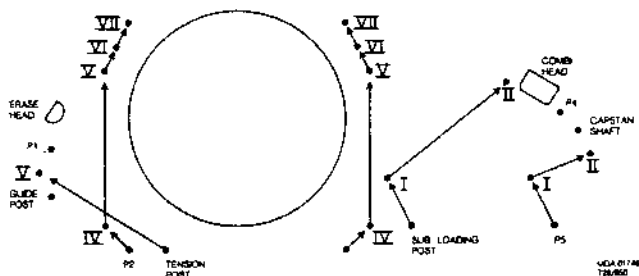

Fig. 1-7
- Wiederhole, oben genannte Schritte, bis das Laufwerk die STOP-Stellung erreicht hat (unten einfädeln), wie in Fig. 1-7 angegeben. (Die STOP-Stellung entspricht der FF/REW-Stellung; wenn der Capstan-Motor in die STOP-Stellung gedreht wird, dreht sich der Wickelteller zum Aufwickeln oder der Wickelteller zum Abwickeln in die Richtung, die der STOP-Stellung entspricht.)